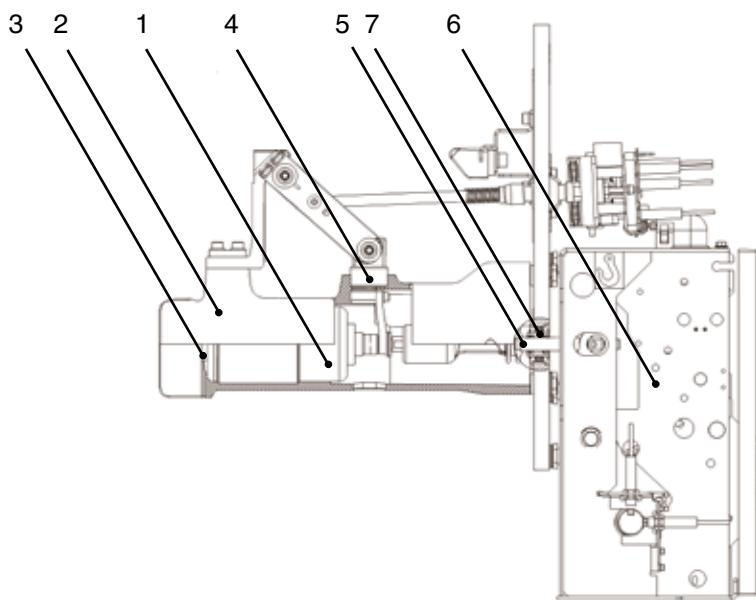

Рис. 6.1.3. Полюс и привод силового выключателя
Полюса и трехпозиционный разъединитель смонтированы на общей монтажной плате (рис. 6.1.3 - стр. 29). С передней стороны монтажной платы расположены приводы силового выключателя и трехпозиционного разъединителя. Тем самым, полюса, трехпозиционный разъединитель, монтажная панель и приводы образуют единый монтажный блок. Монтажная панель этого монтажного блока привинчена на предприятии-изготовителе к передней стенке камеры силового выключателя.
Привод силового выключателя (рис. 6.1.3, поз. 6) соединен с полюсами через газонепроницаемые каналы тяг (7).